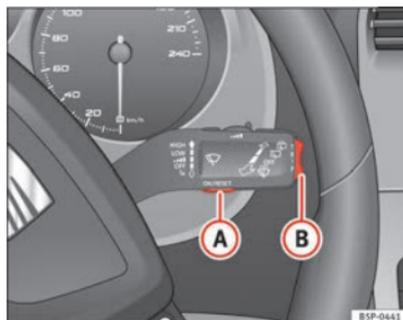
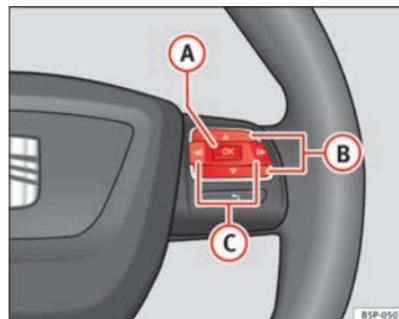

Fig. 45 Palanca del limpiacristales: tecla A para confirmar opciones del menú y tecla basculante B para cambiar de menú
Fig. 46 Mandos en volante: tecla A para confirmar opciones del menú y teclas B para cambiar de menú
- Para acceder al menú “Configuración”, pulse la tecla **(C)** ⇒ fig. 46 hasta que lo visualice en la pantalla. Ya está dentro de este menú.
- Para cambiar de una memoria a otra, pulse brevemente la tecla **A** ⇒ fig. 45 ⇒ página 71 de la palanca del limpiacristales o la tecla **OK** del volante multifunción ⇒ fig. 46 ⇒ página 71 con el encendido conectado.
En el indicador multifunción puede consultar los siguientes datos accionando la tecla basculante **B** ⇒ fig. 45 ⇒ página 71 de la palanca del limpiacristales o pulsando la tecla **Δ** o **∇** ⇒ fig. 46 del volante multifunción\*.
- Pulse la tecla **▷** o **◀** del volante multifunción\* ⇒ fig. 46 hasta que se muestre el menú **Estado del vehículo**.